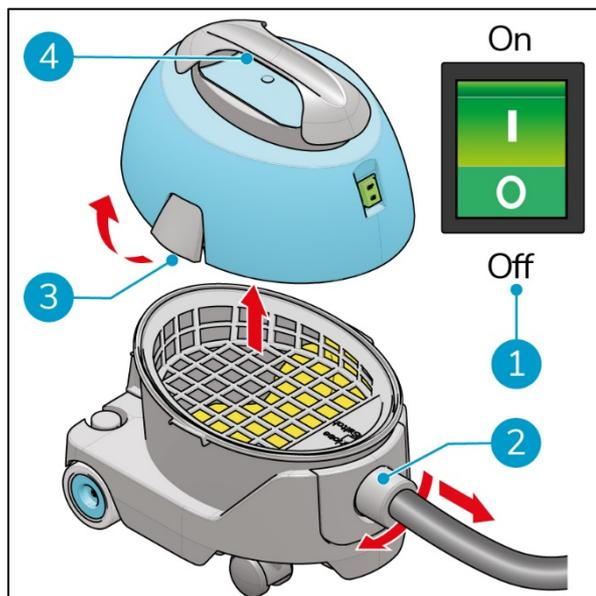

Figure 8
1. Éteignez l'i-vac 5 à l'aide de l'interrupteur ON/OFF (Figure 8, pos. 1).
2. Retirez le tuyau (Figure 8, pos. 2).
3. Ouvrez les loquets (Figure 8, pos. 3).
4. Soulevez le capot par sa poignée (Figure 8, pos. 4).